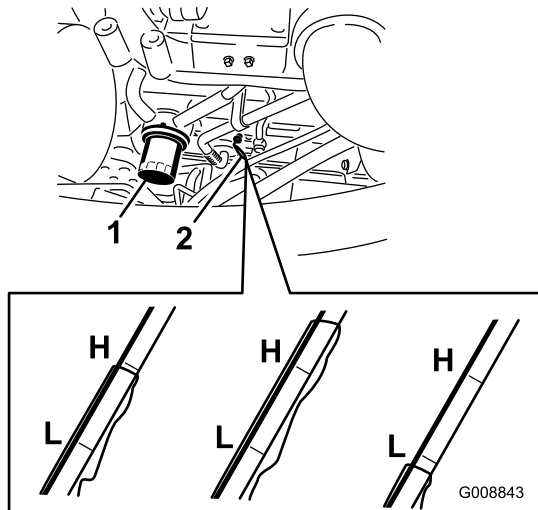

Bild 61
2. Entfernen Sie den Peilstab (Bild 61), wischen ihn ab und führen ihn wieder in das Rohr ein; ziehen Sie ihn dann wieder heraus. Der Ölstand sollte an der Voll-Markierung sein.
2. Entfernen Sie den Ölfilter (Bild 61). Ölen Sie die neue Dichtung am Ölfilter leicht mit frischem Öl ein, bevor Sie den Filter eindrehen. **Ziehen Sie nicht zu fest.**